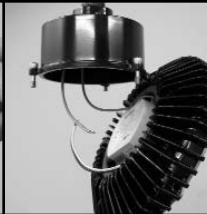

FIGURE 3
- a. Hang the LED housing on the hinge of the adapter cover (see Figure 3).
- b. Branchez le fil de terre du couvercle avec la cosse à fourche à la vis de terre du boîtier DEL. Serrez la vis de terre (voir Figure 3).
- a. Accrochez l'ensemble à la charnière du module adaptateur (voir Figure 3).
- Accrochez le caisson du DEL à la charnière du couvercle de l'adaptateur (voir Figure 3).